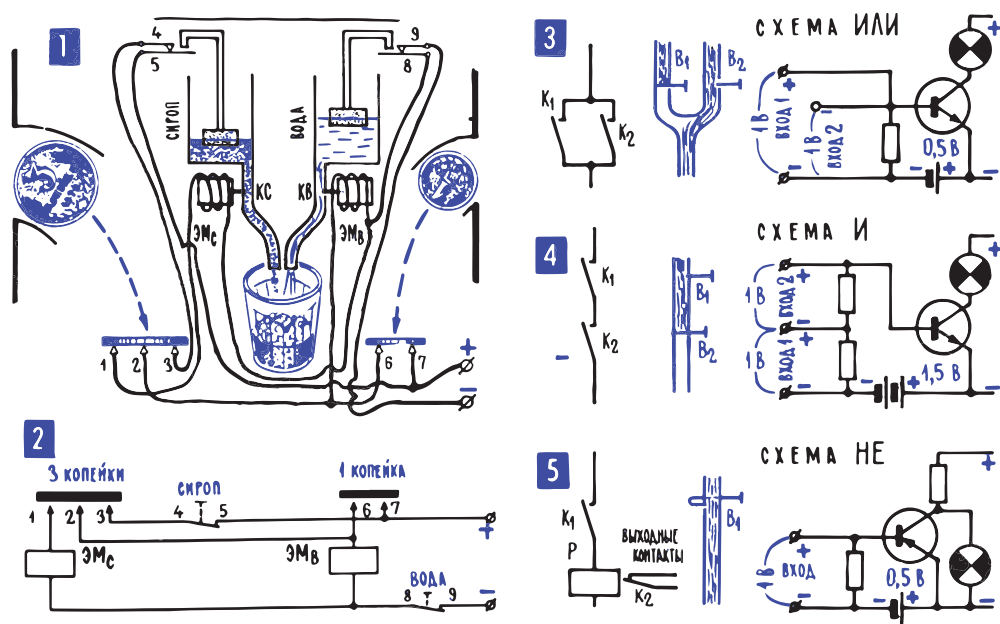

Рис. 15.4. Работа автомата для продажи воды с сиропом
7. В электрических цепях легко выполняются логические операции **И**, **ИЛИ**, **НЕ**. На рис. 15.4; 1, 2 показана упрощенная учебная схема (опять-таки «упрощенная учебная» и не более) автомата для продажи газированной воды с сиропом7. Схема эта довольно проста. Монета «1 копейка» замыкает контакты 6, 7, и если при этом еще замкнуты контакты 8, 9 (они размыкаются, когда в резервуаре нет воды), то электромагнит ЭМв откроет кран КВ и нальет в стакан воду. Монета «3 копейки» замыкает сразу три контакта. Это контакты 2, 3, которые дублируют контакты 6, 7 и в итоге наливают в стакан воду. Кроме того, монета замыкает контакты 1, 3, которые подают питание на электромагнит ЭМс, открывающий кран сиропа. Электромагниты, сработав, не только открывают краны КВ или КС, но еще включают механизм, забирающий монету. Если ни один из электромагнитов не сработает, то монету можно получить обратно.
В этой схеме мы встречаемся с чрезвычайно распространенными элементами электронных автоматов – схемами, которые выполняют логические операции **И**, **ИЛИ** и **НЕ**. Схема **И** (рис. 15.4; 4) дает возможность электрическому сигналу произвести свою работу, если замкнуты и первый контакт К1, и второй К2. В принципе, контактов может быть сколько угодно, от этого повадки схемы **И** не меняются – она требует, чтобы были замкнуты все контакты одновременно. А вот схема **ИЛИ** (рис. 15.4; 3) дает
возможность сигналу сработать, если замкнут любой из двух контактов, или первый, или второй, – все они параллельны, и замыкание любого открывает путь сигналу. Схема НЕ (рис. 15.4; 5) просто делает все наоборот: при замыкании контакта  $K_1$  она с помощью реле разрывает цепь, а при размыкании контакта  $K_1$  замыкает цепь.
На рис. 15.4; 3, 4, 5 показаны также гидравлические аналогии операции И, ИЛИ и НЕ и простейшие транзисторные схемы, где могут выполняться эти логические операции. В схеме И на базу транзистора подано запирающее напряжение  $-1,5$  В, и ни один из сигналов с напряжением  $1$  В сам по себе не может отпереть транзистор. Транзистор отпирается, только если на базу одновременно попадают и первый, и второй сигналы. А в схеме ИЛИ запирающее напряжение уменьшено до  $-0,5$  В, транзистор с одинаковым успехом откроет или первый одновольтный сигнал, или второй. В схеме НЕ лампочка (она везде отображает нагрузку) включена не в коллекторную цепь, а параллельно транзистору; открывшись, транзистор шунтирует нагрузку, и ток в нее не идет (можно пояснить иначе: у открытого транзистора напряжение на коллекторе, а значит, на лампочке, резко падает).
С помощью элементов И, ИЛИ, НЕ автоматы проводят целые цепочки логических рассуждений. Один из примеров – на рис. 15.4; 1, 2. Автомат наливает воду, когда брошена *или* 1 копейка, *или* 3 копейки, а сироп – только в том случае, когда брошены 3 копейки и одновременно замкнуты *и* контакты 1, 3, *и* 4, 5, *и* 8, 9. В реальных автоматах этой последней пары контактов, возможно, нет: когда кончается сироп, автомат наливает чистую воду, забрав при этом монету.